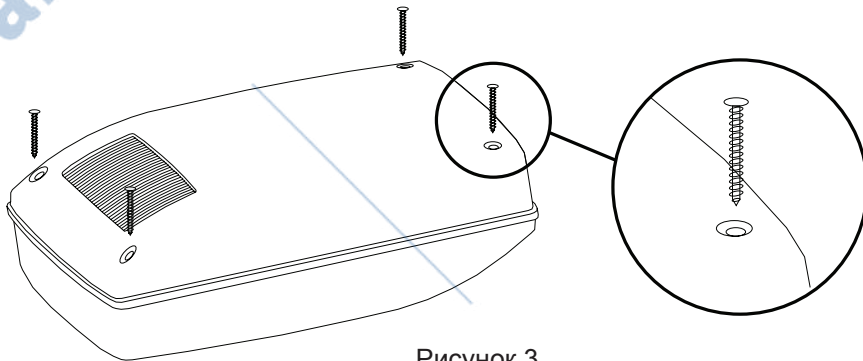

Рисунок 3
- разъединить переднюю и заднюю панели рециркулятора. Для этого вывернуть расположенные на задней стенке корпуса рециркулятора винты, скрепляющие верхние и нижние части корпуса (рисунок 3).